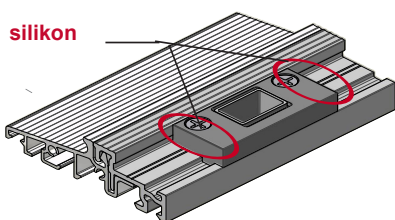

rys. 14
- **Silikonuj** wszystkie miejsca styku listwy klipsującej z zaczepami i łącznikami progu. (rys. 14)